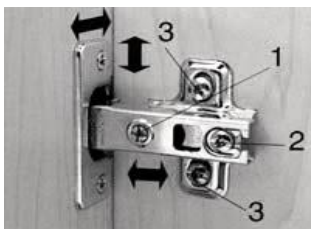

Рис.7
2. Навесьте и отрегулируйте дверь-рис.7. В местах соприкосновения двери с корпусом наклейте амортизаторы поз.035